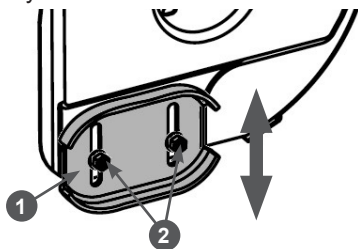

Рис. 21. Регулировка высоты забора снега
- Открутите гайки 2 крепления ползков 1 на 1-2 оборота и установите ползок на необходимую высоту (Рис. 21). Снова затяните гайки.